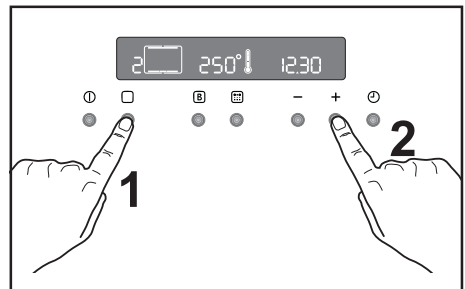

Fig. 2
- Appuyez sur la touche  à deux reprises et sélectionnez la fonction “Cuisson traditionnelle”  (Fig. 2).